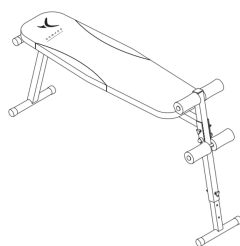

Figura 3.7: Boceto de banco de abdominales
- **Bancos de abdominales (Figura 3.7):** Engrasar ligeramente las piezas móviles para mejorar su funcionamiento y evitar cualquier desgaste inútil. Limpiar el asiento para evitar que la transpiración de los usuarios lo dañe.